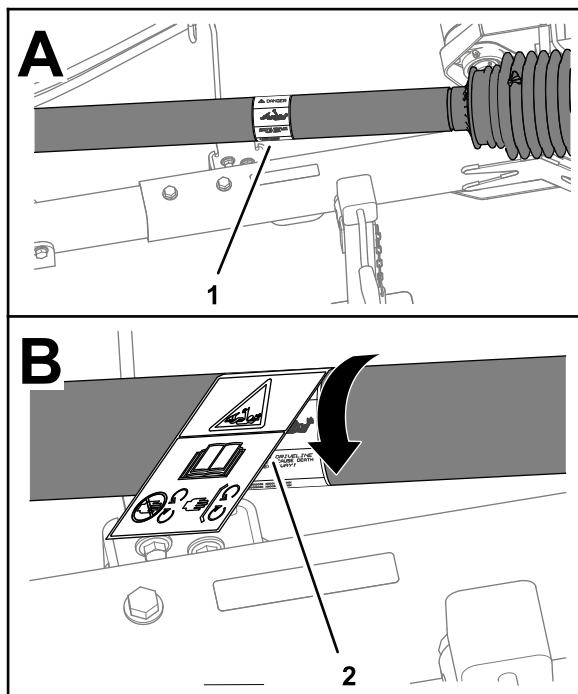

Рисунок 3
1. Поверните кожух вала, чтобы получить доступ к имеющейся наклейке с предупреждением об опасности затягивания (Рисунок 3).
4. Установите наклейку с предупреждением об опасности затягивания (стандарт СЕ) поверх существующей наклейки, предупреждающей об опасности затягивания (Рисунок 3).